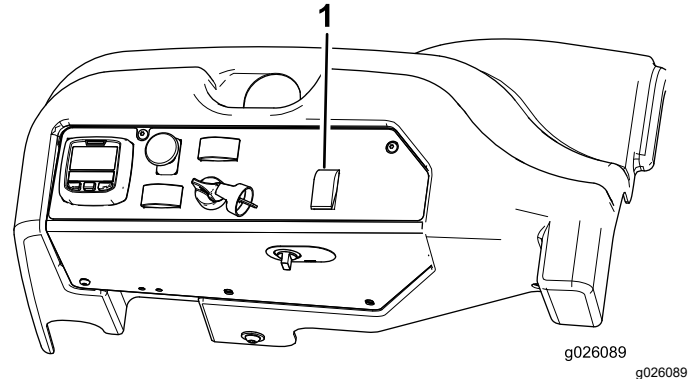

Figure 81
1. Appuyez sur le bas du sélecteur de direction, à la position 4 roues directrices (Figure 81).